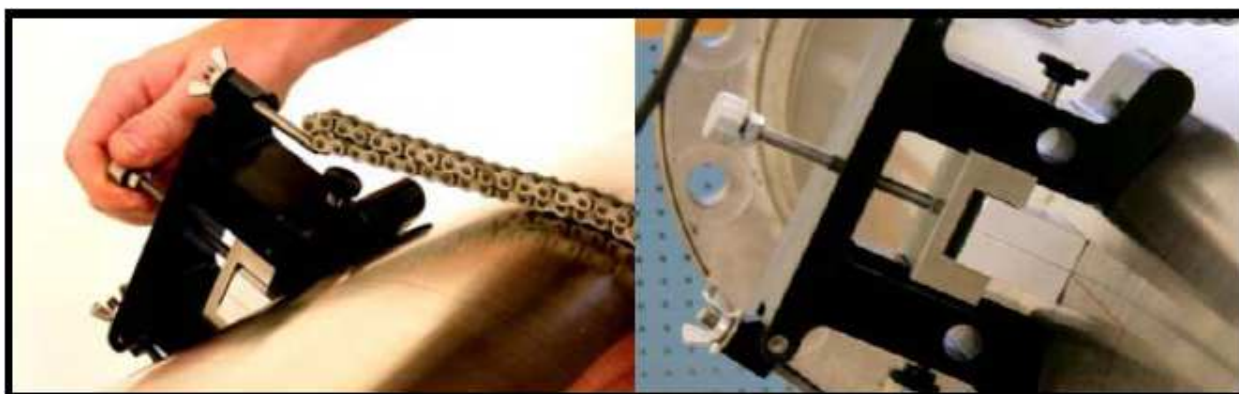

Рис. 3-18: Установка положения удерживающей скобы приспособления CFG-PI
4. Установите имитатор ультразвукового преобразователя для проверки тангенциального (по окружности) и осевого положения. Отцентрируйте положение указательной линии на имитаторе с нанесенной отметкой на трубе (см. рис. 3-18, приведенный ниже).